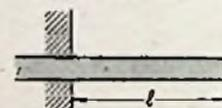
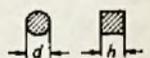

Abb. 1
Abb. 2
Die Eigenschwingungszahl eines einseitig eingespannten Stabes (Abb. 1) läßt sich nach
So einfach die Formel aussieht, gibt sie bei der Ausrechnung meist einige Nüsse zu knacken, da gewöhnlich die Dimensionen nicht richtig eingesetzt werden. Wir empfehlen, die Dimensionen in cm, kg und sec zu wählen. Der Elastizitätsmodul ist demnach ebenfalls in kg/cm² einzusetzen, e in kg/cm². Das axiale Trägheitsmoment I richtet sich nach der Querschnittsform. Für einen Kreisquerschnitt gilt (Abb. 2) $I = \frac{\pi \cdot d^4}{64}$, für einen quadratischen Querschnitt $I = \frac{b^4}{12}$.
Die eigentliche Messung erfolgt mit einer Potentiometerschaltung nach Abb. 1; legt man an den aus dem zu messenden Widerstand R_X , dem Drehpotentiometer R_1 und dem Festwiderstand R_2 bestehenden Spannungsteiler die Gleichspannung E_1 , so ist die an dem Schleifer von R_1 abgegriffene Spannung E_2 durch
Links: Abb. 1. Prinzipielle Anordnung zum Messen hochohmiger Widerstände. Rechts: Abb. 2. Vollständige Schaltung eines Gerätes zur Messung von Widerständen von 50 Kiloohm bis 5 Megohm
Spannung E_2 erhält. Wenn R_1 eine lineare Widerstandswicklung hat, so ist der Drehwinkel dem Wert von R_X proportional, wodurch die Eichung der Meßskala sehr einfach wird, wenn man den Wert von R_X kennt, der zu dem maximalen Drehwinkel ($k = 1$) von R_1 gehört. Diesen Höchstwert bekommt man aus Gleichung (2), wenn man dort $k = 1$ setzt. Die konstant zu haltende Spannung E_2 wird mit einem einfachen Röhrenvoltmeter bestimmt, so daß sich die vollständige Schaltung des Meßgerätes nach Abb. 2 ergibt. Da die Größe der Spannung E_2 gar nicht bekannt zu sein braucht, sondern nur auf einem gleichbleibenden Wert gehalten werden muß, genügt ein empfindliches Nullinstrument oder ungeeichtes Milliampereometer im Anodenkreis der Röhre; der durch das Meßinstrument fließende Anodenstrom wird durch den Spannungsteiler $R_3 \dots R_4$ kompensiert. Für das Spannungsverhältnis $n = E_2/E_1$ wurde hier der Wert $1/100$ gewählt, so daß sich bei einer Anodenbatterie von 45 ... 100 Volt eine Gitterspannung E_2 von 0,45 ... 1,0 Volt ergibt. Die Wahl der Röhre ist nicht kritisch, zu